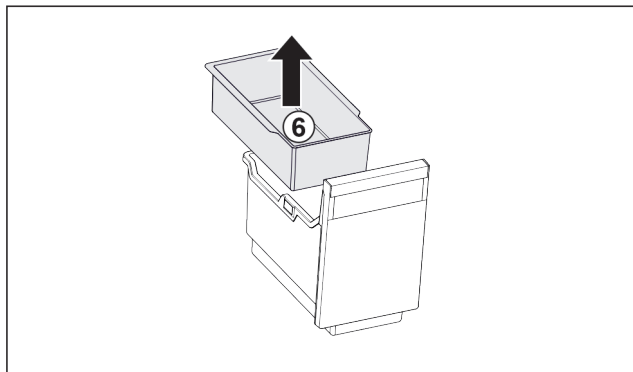

Fig. 140
- Vegye ki a beaszkészíthető tálcat Fig. 140 (6).